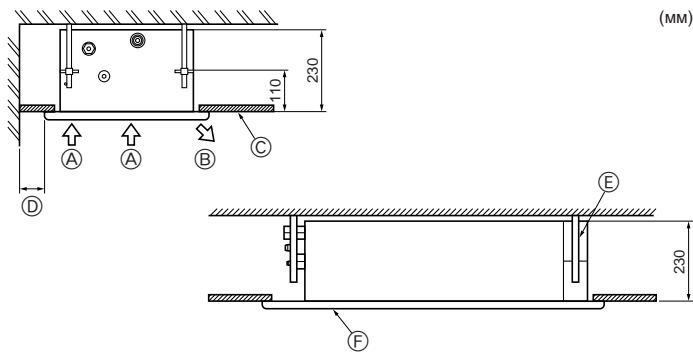

Fig. 2-2
### (MM) 2.2. Сервисное пространство (Fig. 2-2)